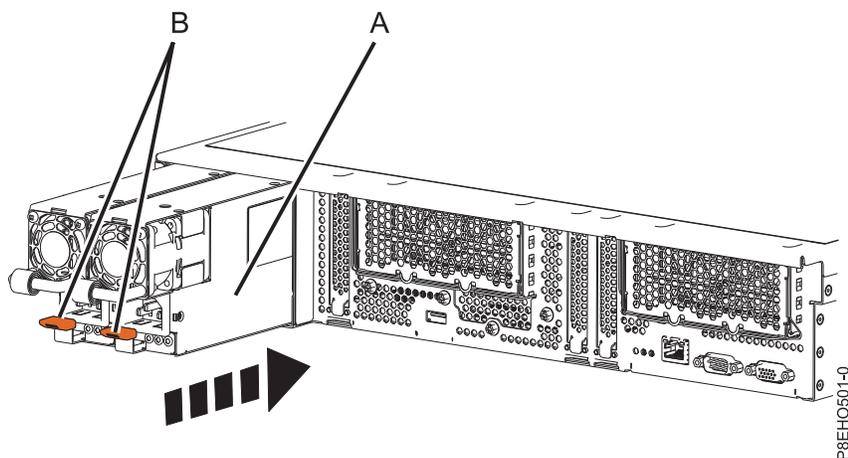

図 77. システムの電源装置の取り替え
2. 電源装置 (A) をベイに位置合わせし、赤褐色のラッチ (B) が所定の位置にロックされるまで、電源装置をスライドさせてシステムに押し込みます。『図 77』を参照してください。